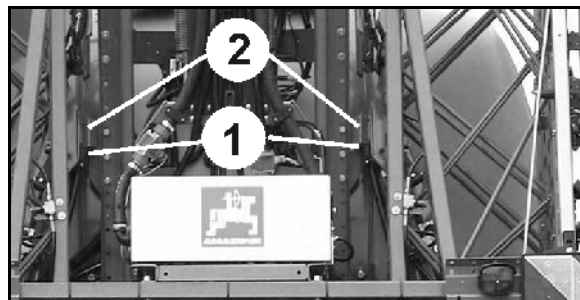

Bild 66
2. Sänk ned sprutrampen helt med via höjdinställningen, tills fångbyglarna (Bild 66 /1) gått i ingrepp med fånghakarna (Bild 66 /2).
Bild 66 visar rampen med låst transportlåsning.
Om fångbyglarna (Bild 66 /1) inte kommer ner i fånghakarna (Bild 66 /2) måste sprutrampen riktas in med lutningsinställningen.